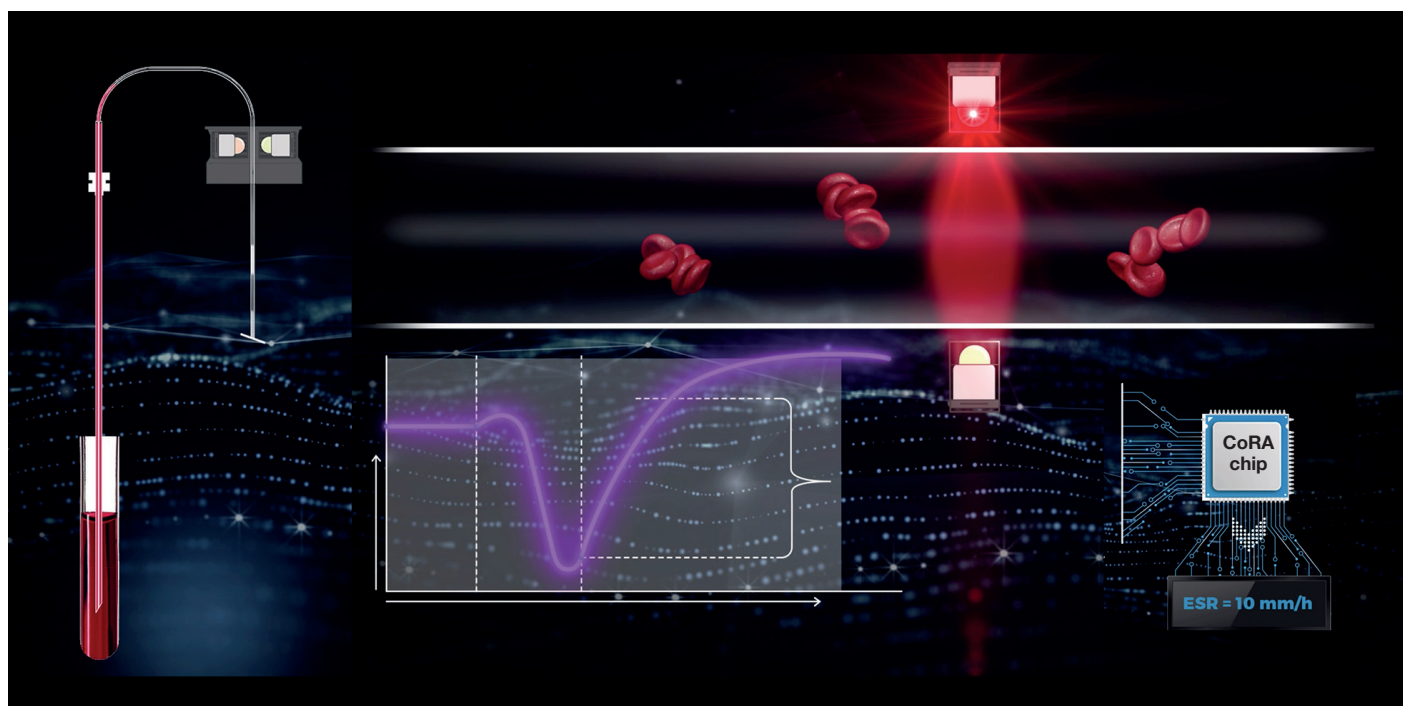

Fig 1: Processo Tecnológico CoRA
- Nova tecnologia CoRA\* (Fig. 1) obtém o resultado em 60 segundos com menos de 180 µl de sangue, ao monitorizar as fases iniciais da sedimentação dos glóbulos vermelhos